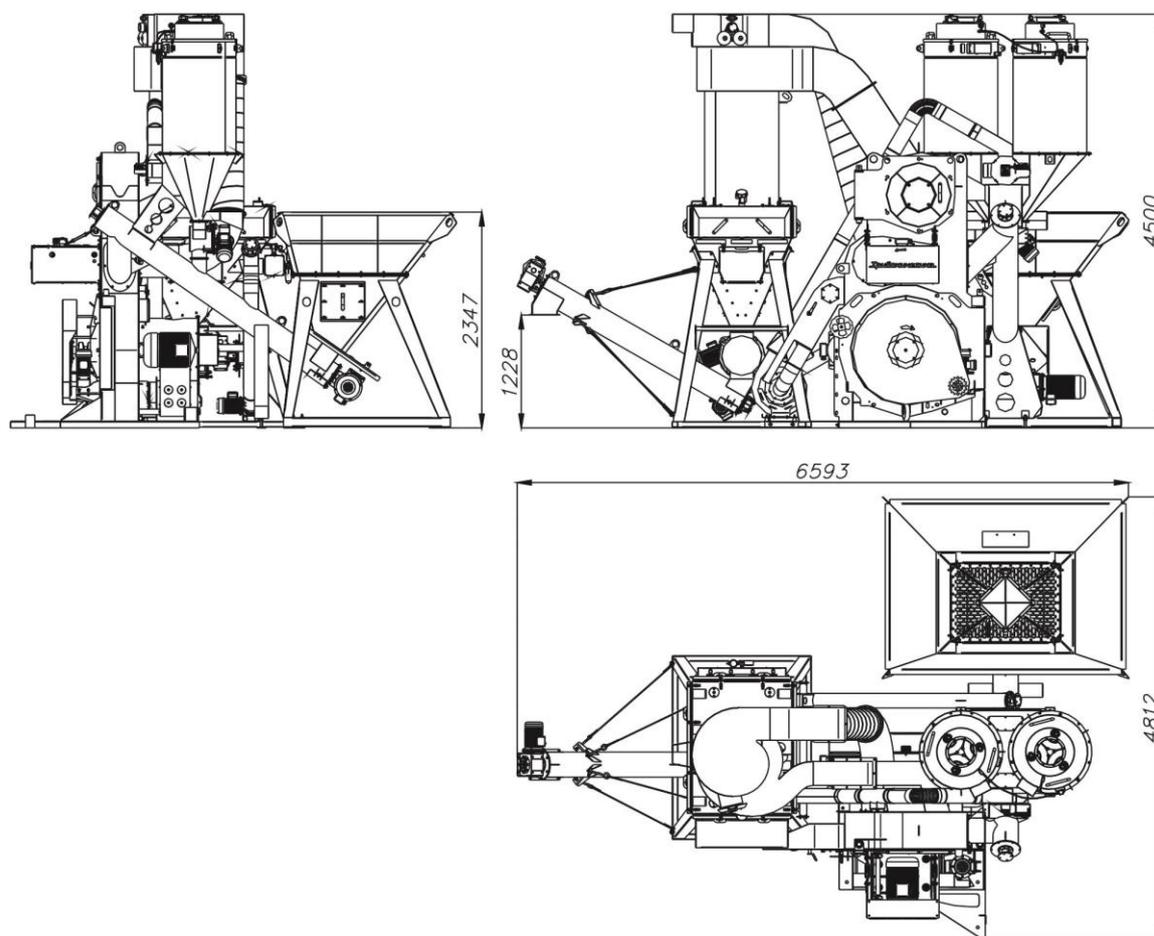

Рис. 1
Главные виды модификации изделия «АВТОМОЛ – 6050 М19» представлены на Рис. 1.
При комплектовании изделия установкой дозирования активирующей смеси «ПАВ 23/200» (на Рис. 1 не показана) она может быть расположена со стороны блока элеватора (2), при этом ввод добавки в монокорпус (1) осуществляется через полый вал элеватора.